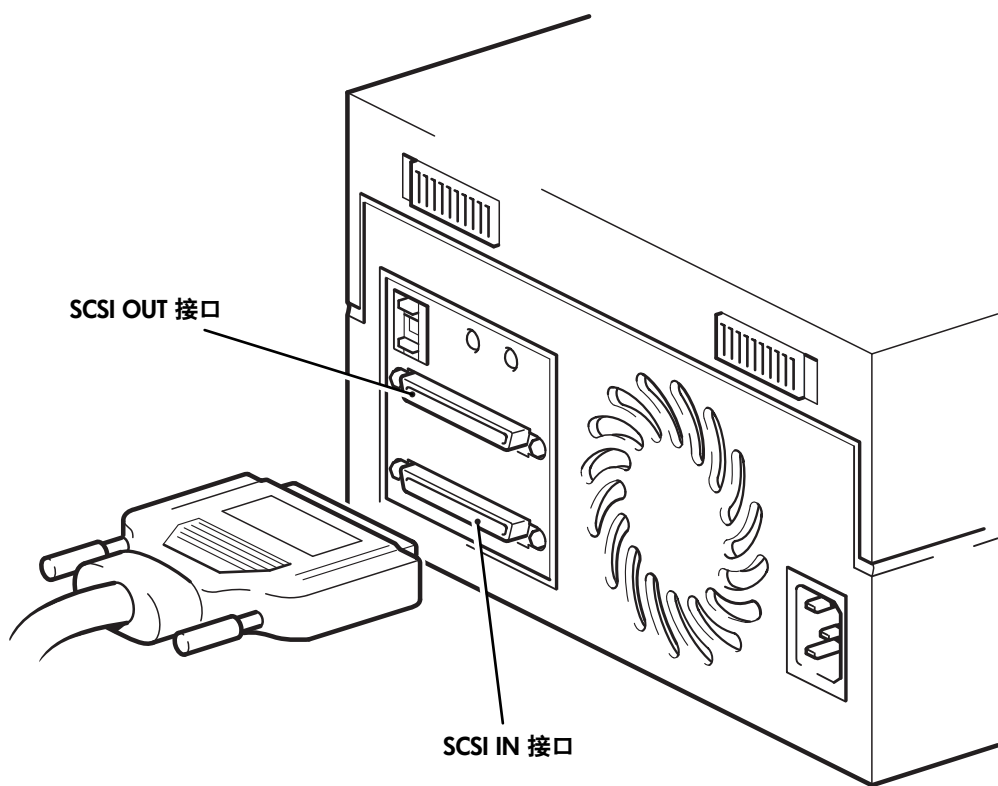

图 5：连接 SCSI 电缆
- 4 将 SCSI 电缆上的 HD 接头连接到磁带机后面板上的 SCSI-IN 接口，并拧紧螺丝将其固定。（见图 5。）**切勿**将电缆连接到 SCSI-OUT 接口。